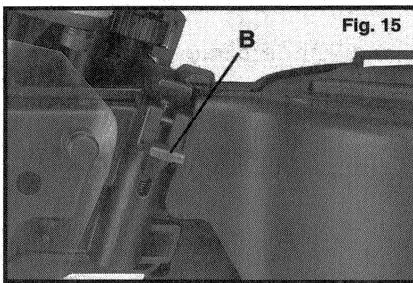
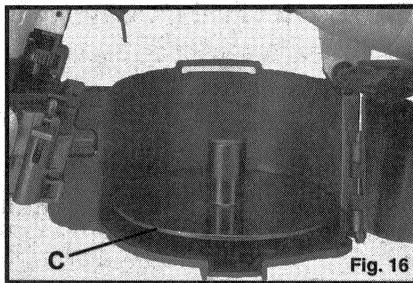
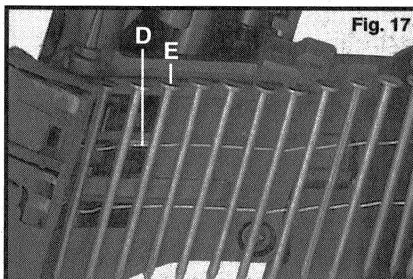

Fig. 15
Fig. 16
Fig. 17
2. Enfoncez le loquet (B) Fig. 15, ouvrez le couvercle du magasin et celui du chargeur en le faisant pivoter (voir Fig. 16).
3. Régler l'appui des clous (C) Fig. 16 pour la longueur de clou désirée: l'appui peut être levé et pivoté pour le mettre sur quatre positions différentes afin de soutenir des clous de longueurs variées. Ces longueurs sont énumérées à l'intérieur du porte-clous du chargeur.
4. Enlevez l'attache d'une bobine de clous, débobinez environ 3 po de clous et positionnez la bobine dans le porte-clous du chargeur avec le centre de la bobine autour du support de clous (C) Fig. 16 et le deuxième clou dans le doigt du magasin (D) Fig. 17. Placez les têtes de clous dans le rail pour tête de clous (E) Fig. 17.
REMARQUE : assurez-vous que les têtes des clous restent dans le rail pour tête de clous (E) Fig. 17.